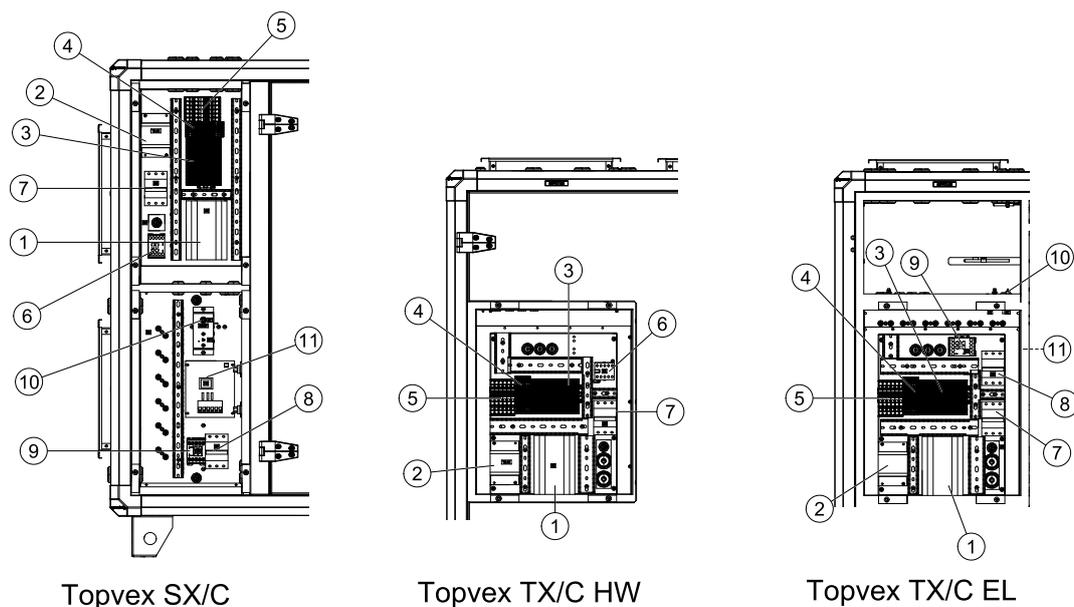

Fig. 2
Dans les centrales à batterie électrique, les résistances sont situées après le ventilateur VAS. Les épingles sont en acier inoxydable. La batterie de post-chauffage électrique est équipée de protections automatiques et manuelles contre la surchauffe. Pour la réarmer manuellement, appuyer sur le bouton rouge situé au sommet du châssis de la batterie électrique (pos. 10 figure 2). La puissance de la batterie de chauffage électrique est contrôlée par le régulateur, qui pilote le post-chauffage par une régulation TTC de type triac selon le mode de régulation sélectionnée via l'armoire de commande.